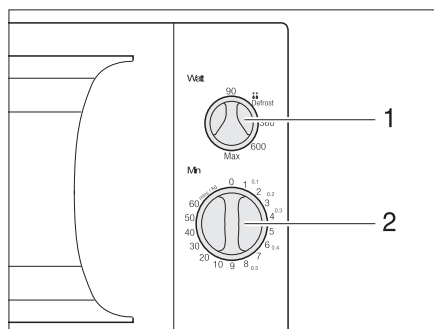

Fig. 218 Boutons de commande du four à micro-ondes
- Sélectionner la puissance sur le bouton tournant (Fig. 218,1).
- Sélectionner la durée de cuisson sur le bouton tournant (Fig. 218,2). La cuisson commence.